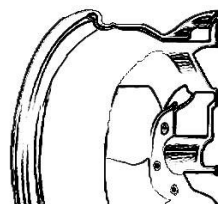

Рис.16
**Примечание:** При установке противовеса в центре канала необходимо помнить, что установленный противовес находится на меньшем диаметре, чем заявленный во введенных данных (см. рис.16), то есть, если надо установить противовес в таком положении, на этапе введения параметров, необходимо ввести диаметр, на 2-3 дюйма меньше номинального.